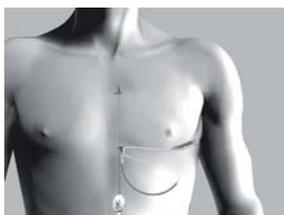

Figure 14 : Passage sous la peau vers l'incision supérieure
7. Insérez la pointe distale de l'outil Q-GUIDE dans l'incision xiphoïde et faites-la passer sous la peau vers l'incision supérieure (figure 14).